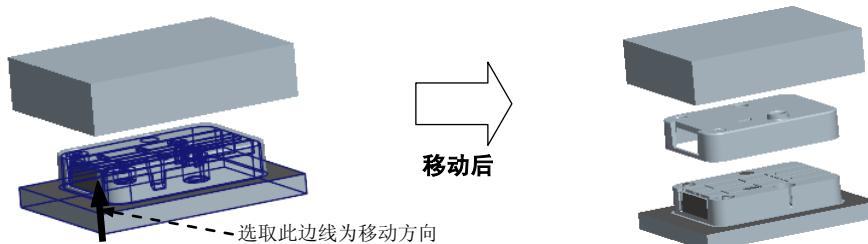

图 20.35 移动下模
Step3. 开模步骤 2: 移动下模。参考开模步骤 1 的操作方法, 选取下模, 选取图 20.35 所示的边线为移动方向。输入要移动的距离值-80。选择 **Done (完成)** 命令, 完成下模的开模动作。